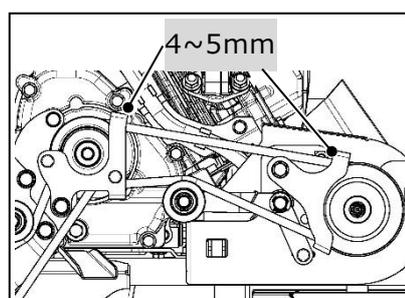

図 5
- 3)エンジン側、ナイフ側ともにベルトとベルト押さえとの間隔がともに 4~5mm になるよう図 5 を参考にベルト押さえの位置を調整してください。